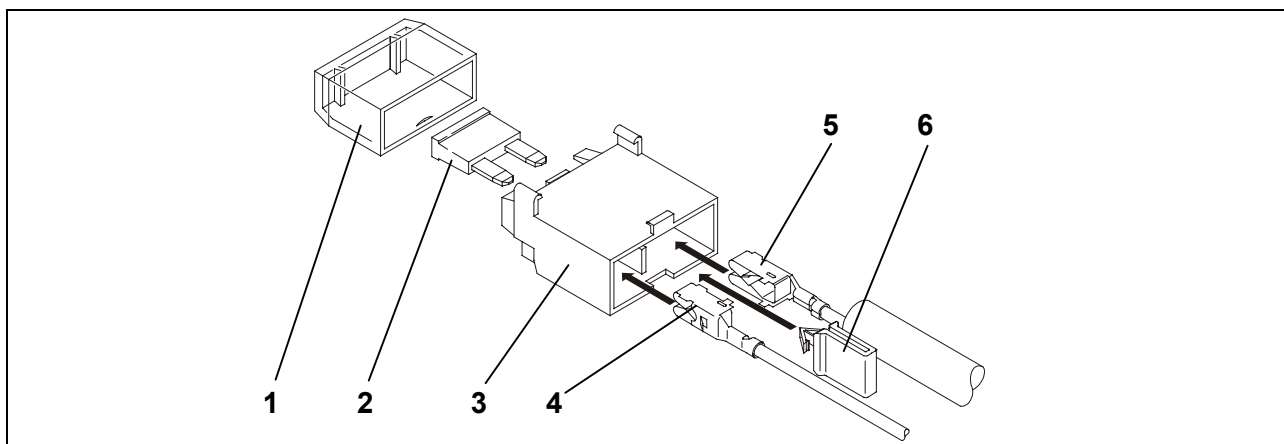

Fig. 3: montaggio portafusibili
19. Inserire le spine piatte del conduttore rosso (fig. 3/5) del fascio di cavi ed il conduttore singolo rosso (fig. 3/4) al portafusibili.
20. Inserire il clip giallo (fig. 3/6).
22. Inserire i fusibili (fig. 3/2) ed applicare il coperchio (fig. 3/1).